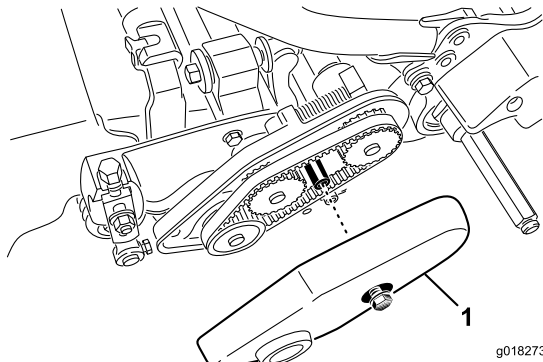

Figura 41
2. Afloje el perno que sujeta la cubierta de la correa y retire la cubierta de la correa para tener acceso a la correa (Figura 41).